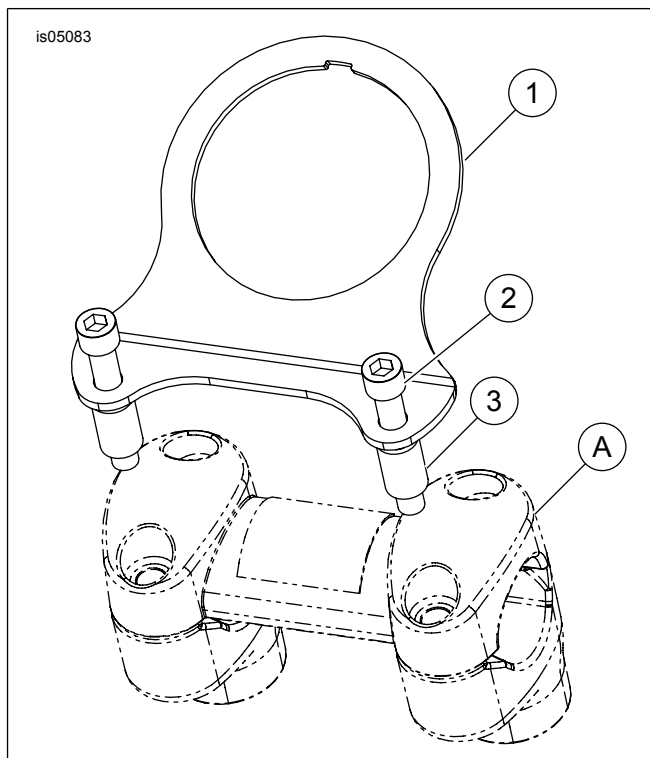

Abbildung 1. Ersatzteile: Mini-Drehzahlmesser, Halterungs-satz
Siehe Abbildung 1 und Tabelle 2.
1. Siehe Abbildung 1. Zwei Lenkerschellenschrauben entfernen.